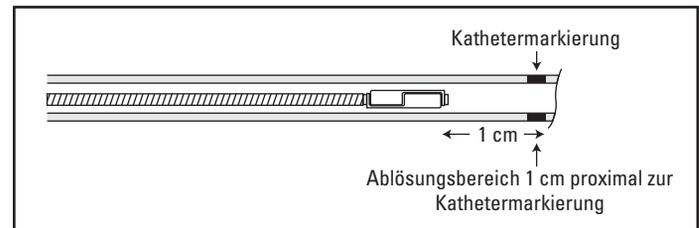

Abbildung 7. Vorschieben des Interlock - 35 Faser-IDC Okklusionssystems bis zum Freisetzungsbereich
12. Das Interlock - 35 Faser-IDC Okklusionssystem unter Röntgendurchleuchtung bewegen, bis sich der Bereich, in dem die Spirale freigesetzt werden soll, ca. 1 cm proximal zur Katheterspitze befindet (Abbildung 7).